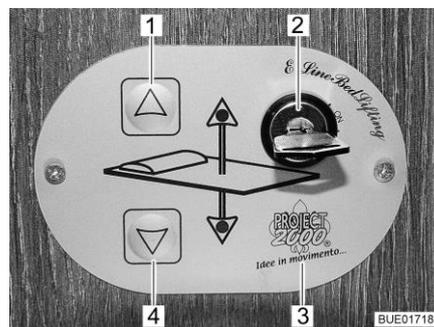
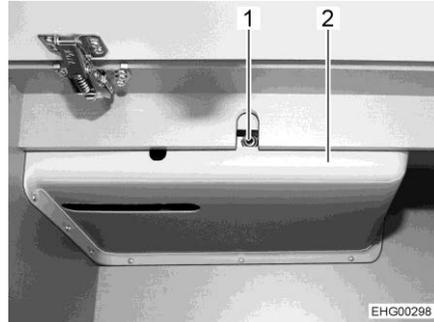

Fig. 148 Commande
Fig. 152 Accès à l'entraînement
Commande Les touches (Fig. 148,1 et 4) sur l'unité de commande (Fig. 148,3) permettent d'abaisser ou de relever le lit escamotable. L'interrupteur à clé (Fig. 148,2) permet de protéger l'unité de commande contre toute utilisation non autorisée.
- Tourner la clé de 90° dans le sens des aiguilles d'une montre dans l'interrupteur à clé (Fig. 148,2). L'unité de commande (Fig. 148,3) est activée.
- Appuyer sur la touche fléchée (Fig. 148,4) et la maintenir pressée jusqu'à ce que le lit escamotable ait atteint la position désirée vers le bas.
- Appuyer sur la touche fléchée (Fig. 148,1) et la maintenir pressée jusqu'à ce que le lit escamotable ait atteint sa position finale supérieure.
S'il n'est plus possible de déplacer le lit escamotable avec les touches fléchées (Fig. 148,1 et 4), contrôler d'abord le fusible derrière l'habillage (Fig. 152,2) (voir paragraphe 9.12.1). Si le fusible n'est pas défectueux mais qu'il n'est toujours pas possible de déplacer le lit escamotable, y procéder manuellement.
- Insérer la manivelle ou la clé mâle coudée pour vis à six pans creux dans la réception sur le moteur (Fig. 152,1).